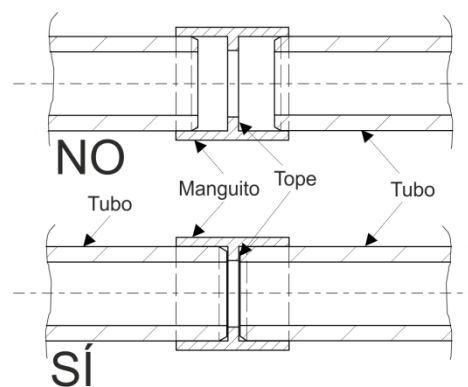

Fig. 20 Unión de los tubos
- Las distintas secciones de tubo se unen mediante racores. Para ello, y en función del material de tubería empleado, se aplicará el procedimiento de pegado indicado en el cap.5.5.2 o 5.5.3, o bien el procedimiento de encaje a presión según el cap. 5.5.4. Los tubos deben introducirse en los racores hasta que hagan tope (**Fig. 20**).